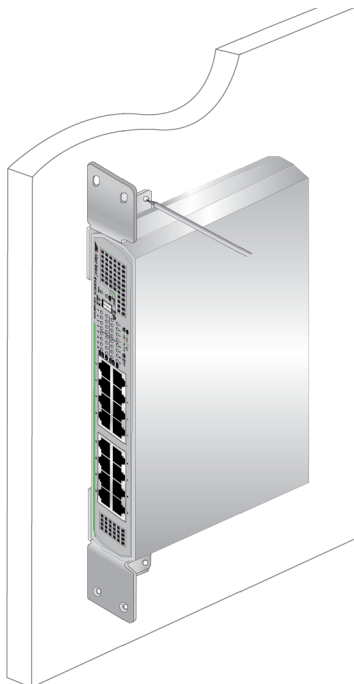

Рисунок 16. Разметка отверстий
4. Попросите кого-нибудь подержать коммутатор с кронштейнами в том месте у стены, где предполагается его закрепить, и при помощи карандаша отметьте на стене расположение четырех отверстий в кронштейнах. См. пример на рис. 16.